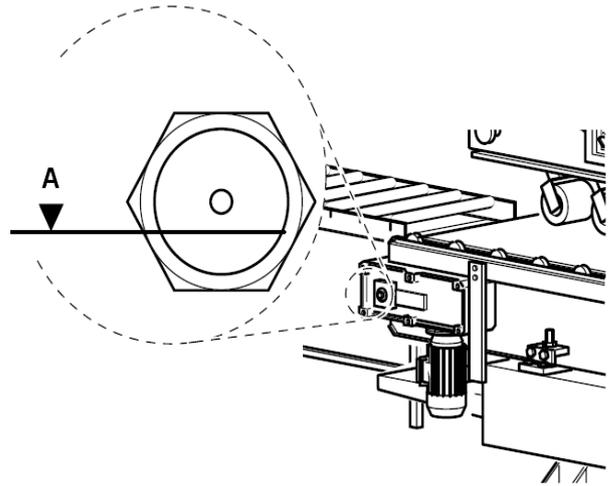

Fig. 03
2. le niveau de l'huile dans l'ensemble variateur-traînement de la bande (Fig. 03)